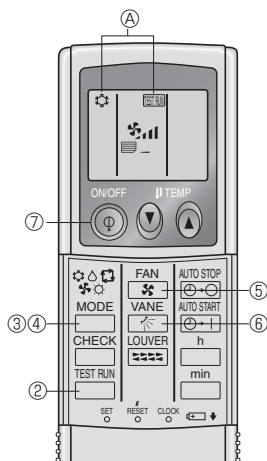

Fig. 7-5
7.2.2. Al usar el controlador remoto inalámbrico (Fig. 7-5)